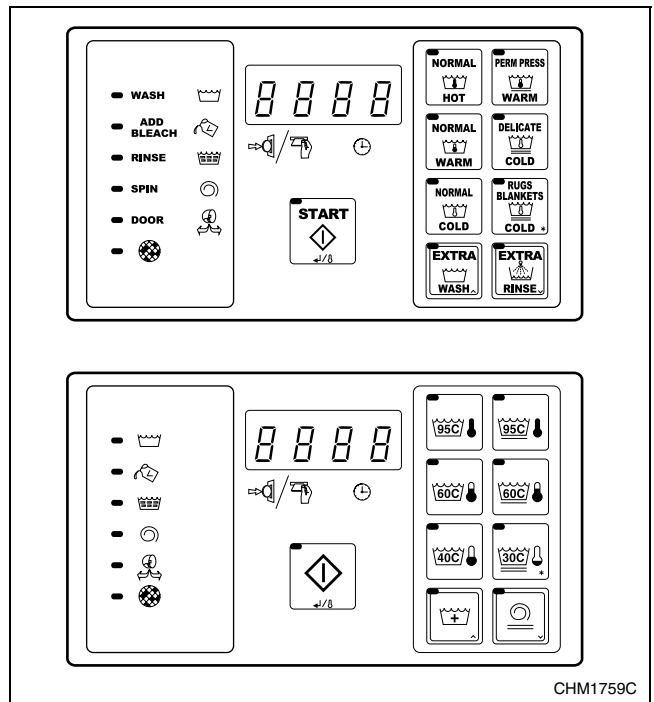

Figura 39
5. Aparecerá en pantalla el ciclo de lavado predeterminado. Consulte la *Figura 39*.